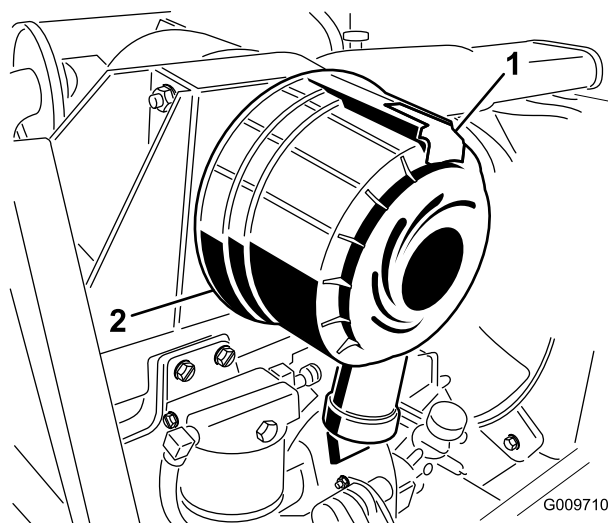

Figura 28
1. Tire hacia fuera del enganche y gire la tapa del limpiador de aire en el sentido contrario a las agujas del reloj (Figura 28).